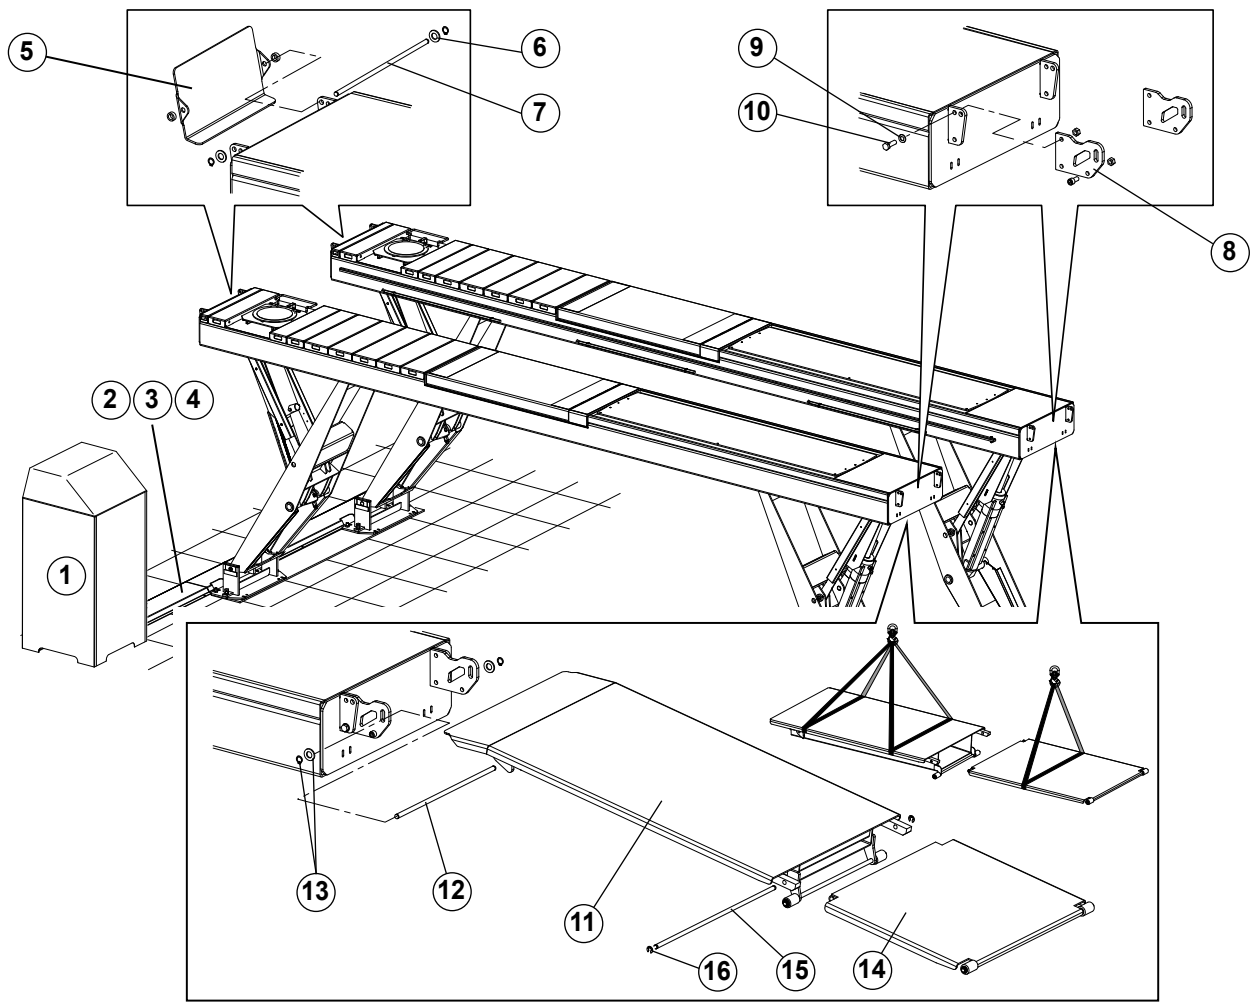

Fig.27
2.14 Sollevatore a pavimento (fig. 27)
- Montare i supporti rampe (8) con le apposite rondelle (9) e le viti (10).
- Montare gli arresti veicoli (5) con le apposite rondelle (6) e perni (7).
2.14 Floor Installation (fig. 27)
- Fit the ramps supports (8) with the specific washers (9) and the screws (10).
- Fit the vehicle block (5) with the specific washers (6) and the pins (7).
2.14 Boden hebebühne (Abb. 27)
- Die Rampen Unterstüzung (8) mit den entsprechenden Unterlegscheiben (9) und dem Schrauben (10) montieren.
- Die Fahrz. Feststellvorr (5) mit den entsprechenden Unterlegscheiben (6) und dem Bolzen (7) montieren.
2.14 Élévateur au sol (fig. 27)
- Installer les supports des rampes (8) avec les rondelles appropriés (9) et avec les vis (10).
- Installer les arrêts du véhicule (5) avec les rondelles appropriés (6) et avec les pivots (7).
2.14 Elevador de suelo (fig. 27)
- Montar los soportes de las rampas (8) con los arandelas correspondientes (9) y con los tornillos (10).
- Montar los retenes del vehículo (5) con los arandelas correspondientes (6) y con los pernos (7).